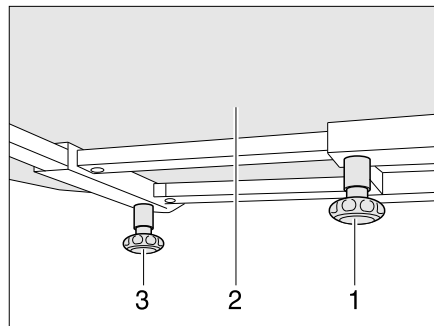

Fig. 102 Table fixe
- Desserrer la vis moletée (Fig. 102,1).
- Pousser le plateau (Fig. 102,2) dans la position désirée.
- Desserrer la vis moletée (Fig. 102,3).